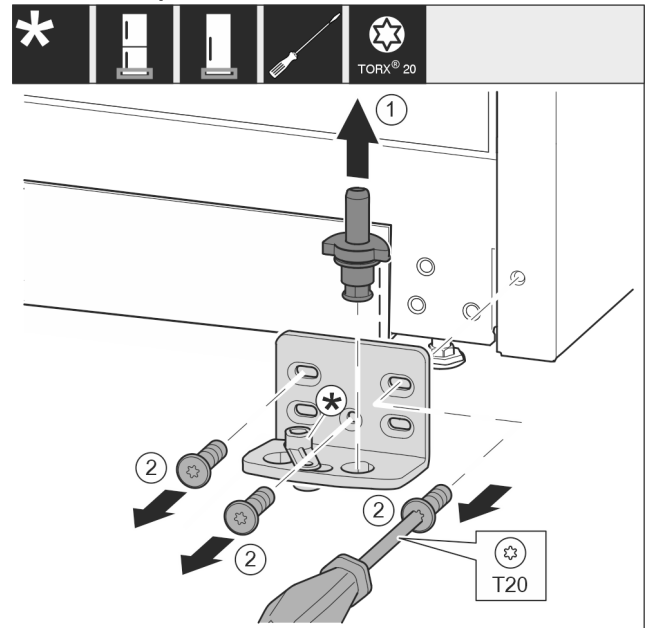

Fig. 10
- Extraer por completo el perno de apoyo hacia arriba. Fig. 10 (1)
- Desenroscar los tornillos con el destornillador T20 y retirar el soporte de apoyo. Fig. 10 (2)